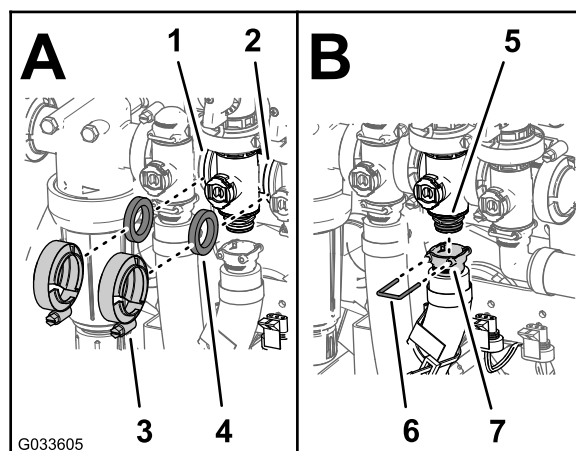

Bild 113
2. Montieren Sie das Rührwerksicherheitsventil, die Dichtung und den Rührwerkventilverteiler mit einer Flanschklamme und ziehen sie mit der Hand an (Bild 113).
3. Fluchten Sie eine Dichtung zwischen den Flanschen des Dosierungsregelventils und dem Rührwerkventilverteilers aus (A in Bild 113).
4. Montieren Sie das Dosierungsregelventil, die Dichtung und den Rührwerkventilverteiler mit einer Flanschklamme und ziehen sie mit der Hand an (A in Bild 113).
5. Fluchten Sie eine Dichtung zwischen den Flanschen des Rührwerkventilverteilers und dem Hauptauslegerventil aus (Ausleger in Bild 113).
6. Montieren Sie den Rührwerkventilverteiler, die Dichtung und das Hauptauslegerventil mit einer Flanschklamme und ziehen sie mit der Hand an (A in Bild 113).
7. Montieren Sie das Auslaufanschlussstück unten am Verteiler für das Rührwerkventil am Kupplungsanschlussstück (B in Bild 113).
8. Stecken Sie einen Halter in den Sockel des Auslaufanschlussstückes, um das Auslaufanschlussstück am Kupplungsanschlussstück zu befestigen (B in Bild 113).